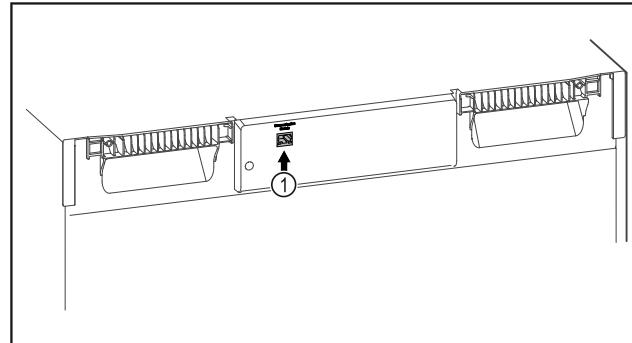

Fig. 129
Le SmartModule Fig. 129 (1) est en place.